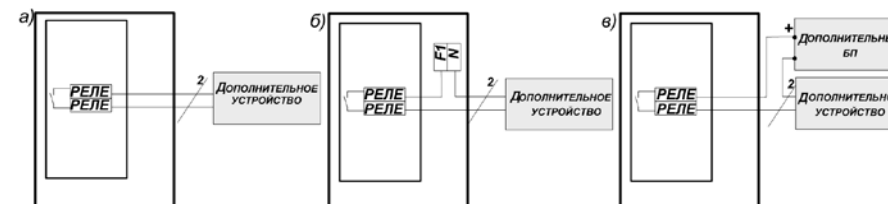

Рис.1
2.2.4 Подключить светозвуковой оповещатель к клеммам «РЕЛЕ1» на плате «ТТ901», соблюдая полярность при подключении. Варианты подключения вспомогательных устройств смори на Рис.1.